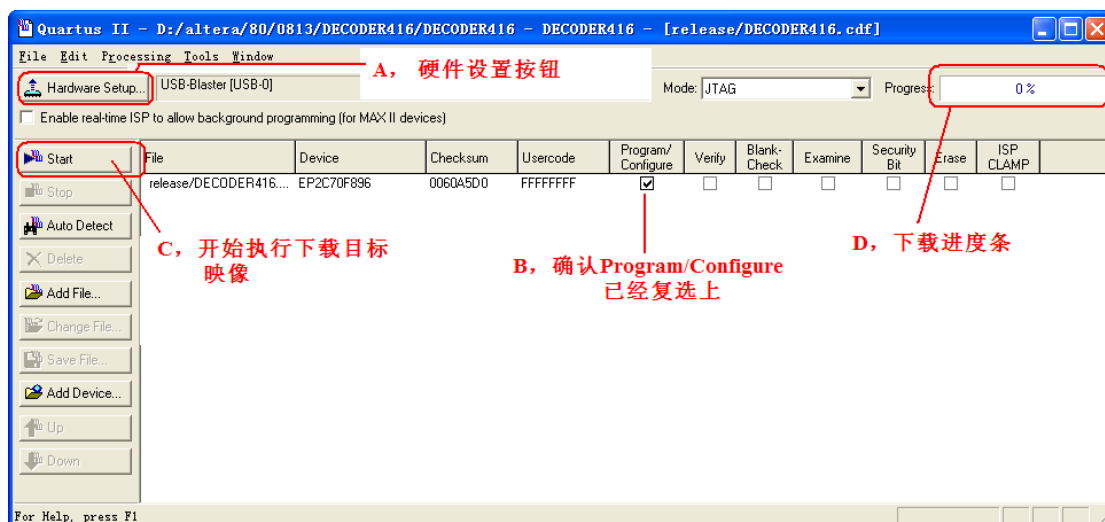

图 2-23 程序下载界面
18. 之后的输出画面如图 2-23 所示。
19. 下载程序。在 Programmer 界面中，将 Q_DECODE_38.sof 文件列表中 Program/Configure 属性勾上，如图 2-23 和图 2-25 所示。
再在图 2-23 点击 Start 按钮，开始下载程序。